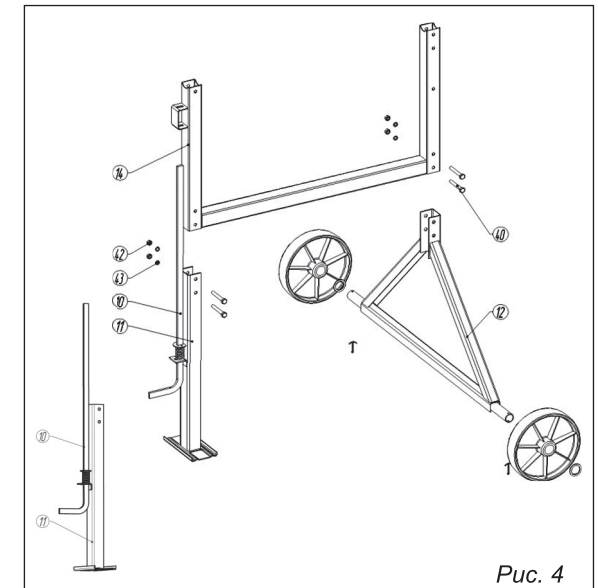

Рис. 4
6.2. Сборка рамы с опорами (рис. 4)